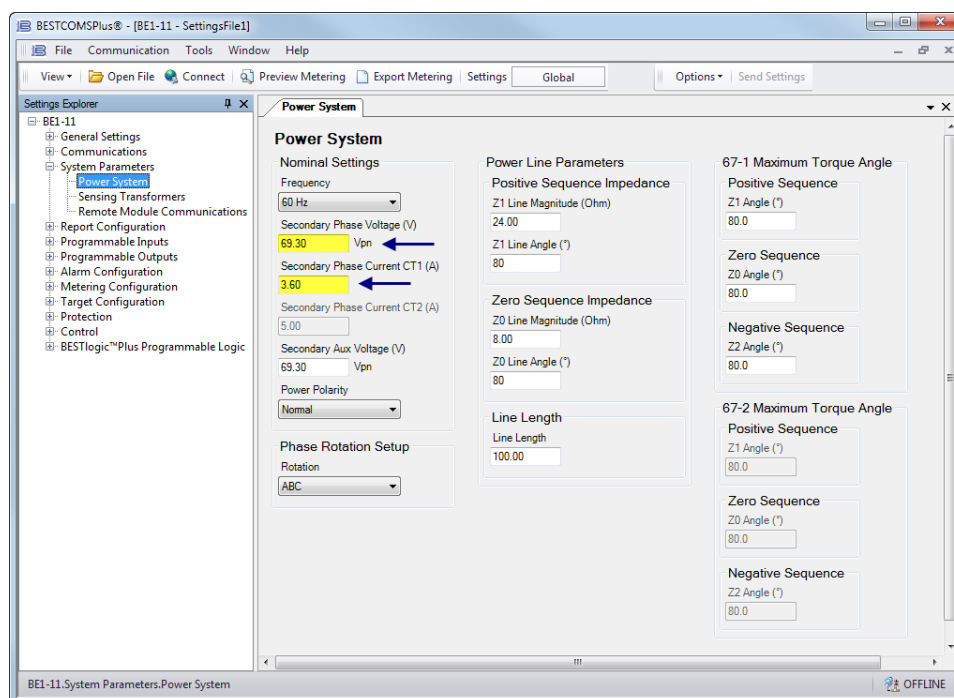

Figure 10. Écran Système d'alimentation
- Step 5: Dans l'Explorateur des paramètres (Settings Explorer), cliquez sur le « + » à côté de BE1-11. Cela permet de développer les sous-menus dans l'arborescence. Maintenant développez le menu Paramètres système (System Parameters) et sélectionnez l'écran Système d'alimentation (Power System). Reportez-vous à la Figure 10.